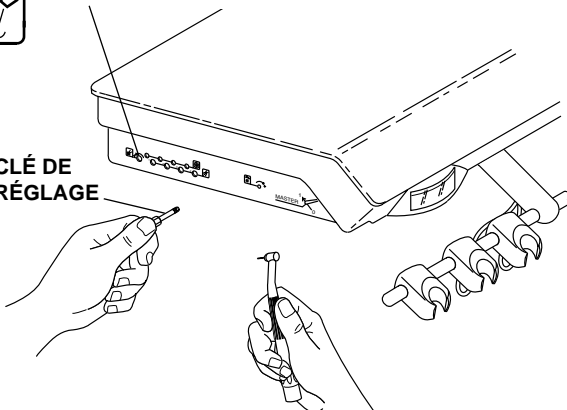

Figure 7 Réglage de l'air de refroidissement
La commande de débit d'air de refroidissement (voir figure 7) permet de régler le débit d'air de refroidissement délivré à tous les instruments.
2. Localiser la commande d'air de refroidissement (voir figure 7).